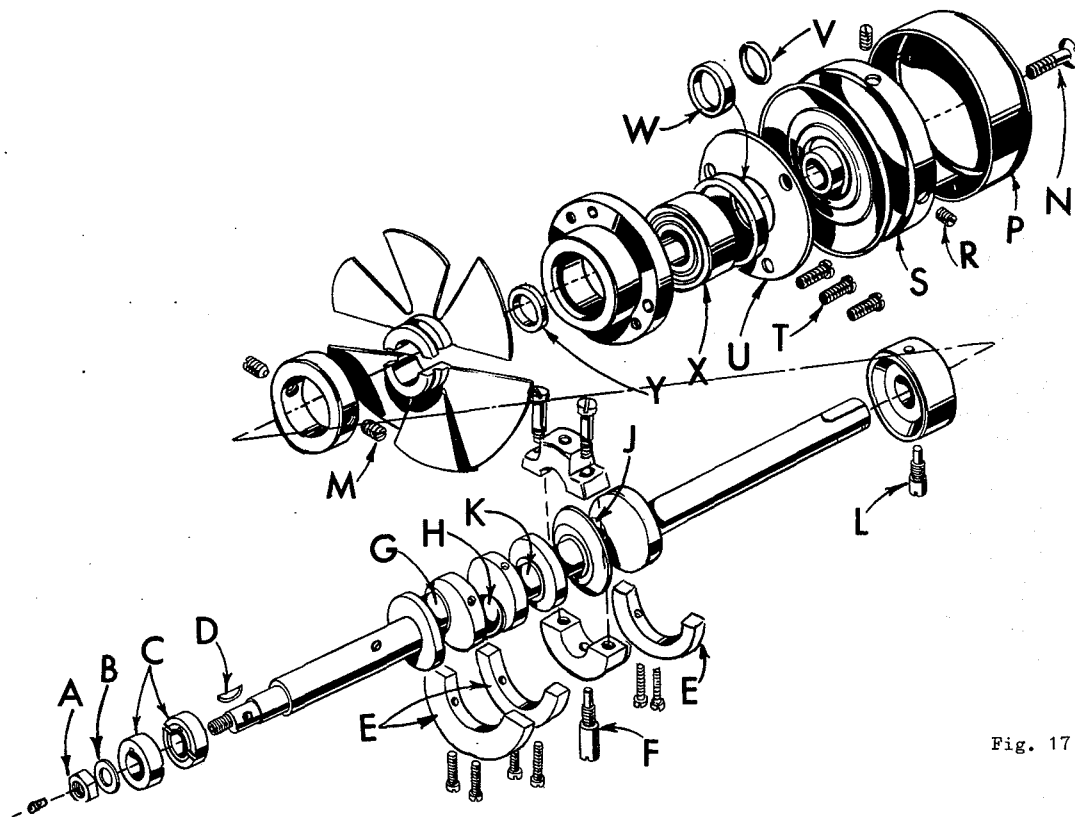
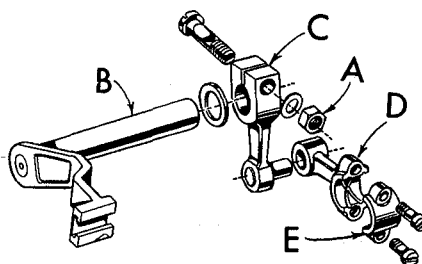

Fig. 17
Fig. 18
3. Entfernen Sie die Mutter (A, Fig. 17), sowie die Unterscheibe (B) und ziehen Sie die Exzenter (C) mit Hilfe des Exzenter-Abstreifhakens von der Achse ab.
4. Entfernen Sie den Keil (D).
5. Entfernen Sie die drei Gegengewichte (E). Diese müssen aber genau gekennzeichnet werden, damit sie beim Wiedereinbau unbedingt an den richtigen Platz kommen.
6. Entfernen Sie die Schraube (F), mit der das geteilte Kurbelachsenlager gehalten wird. Sie ist durch den Gehäuseboden hindurch erreichbar.
7. Entfernen Sie die Lagerdeckel an den Stellen G, H und J (Fig. 17). Beim Wiedereinbau müssen diese Lagerdeckel genau in ihre vorherige Position gebracht werden. Auf jeder Lagerdeckelhälfte ist unsere Fabrik-Marke eingestempelt und beim Zusammenbau müssen sich die beiden Zeichen jeweils auf der gleichen Seite befinden. Auch die Schrauben sollten wieder in die gleichen Löcher kommen, aus denen sie herausgeschraubt wurden.
3. Remove feed eccentric nut (A, Fig. 17) and washer (B), and, with the aid of the eccentric extractor, slip off the eccentrics (C).
4. Remove key (D).
5. Remove three counterweights (E). Identify these counterweights so that they will be re-assembled in the proper places.
6. Remove screw (F) which holds crankshaft split bearing. This screw is reached through bottom of bed casting.
7. Remove caps of bearings on crankshaft at points G, H and J (Fig. 17). When re-assembling bearing caps make sure they are in their original position. Trade marks are stamped on both halves of the caps and both trade marks should be on the same side of the bearings. Also, screws should be re-assembled in the same holes from which they were removed.
8. Lösen Sie die Mutter (A, Fig. 18) der Klemmschraube, welche den Obermesserantriebsarm (B) hält und durch eine Öffnung im Gehäusedeckel zugänglich ist. Den Messerantriebsarm (B) nun nach links schieben bis der Hebel (C) mit Lenker (D) von der Achse fällt. Dann den Lagerdeckel (E) entfernen. Beachten Sie die gleichen Vorsichtsmaßnahmen für den Wiedereinbau wie unter Ziffer 7 empfohlen. Das Lenkerlager läuft auf der Kurbel (K, Fig. 17).
9. Entfernen Sie die Schraube (L, Fig. 17), mit der das rechte innere Kurbelachsenlager befestigt ist und die ebenfalls durch den Gehäuseboden zugänglich ist.
10. Lösen Sie die beiden Schrauben (M) im Ventilator-Stellring und entfernen Sie die beiden Hälften des Ventilatorflügels.
11. Entfernen Sie die Schraube (N); nehmen Sie den Handraddeckel (P) ab.
12. Lösen Sie die beiden Schrauben (R); entfernen Sie das Handrad (S).
8. Loosen clamp nut (A, Fig. 18) which holds upper knife driving arm (B). Access to clamp nut its through top cover. Draw driving arm to the left until upper knife driving lever (C) and connecting rod (D) drop, allowing removal of bearing cap (E). This is at bearing point (K, Fig. 17) on crankshaft. Observe same precautions when re-assembling cap as described in 7.
9. Remove screw (L, Fig. 17) which holds inner right crankshaft bearing. This screw is reached through bottom of bed casting.
10. Loosen two screws (M) in fan collar; remove both halves of cooling fan.
11. Remove screw (N); take off pulley cap (P).
12. Loosen two screws (R); remove pulley (S).
13. Jetzt müssen die drei Schrauben (T) entfernt werden. Nehmen Sie dann den Kugellagerdeckel (U) ab und ausserdem die Distanzringe (V) und (W).
15. Falls es sich als notwendig erweist, das Kugellager (X) auszuwechseln, so sollte dieses mit Hilfe einer Spindelpresse oder einer Kugellagerabzieh-Vorrichtung aus dem Kugellagerflansch herausgezogen werden, um eine Beschädigung des letzteren zu vermeiden. Das neue Kugellager ist sorgfältig hineinzupressen, bis es einwandfrei sitzt.
16. Wenn beim Wiedereinbau der Kurbelachse die vorstehend aufgeführten Arbeitsgänge in umgekehrter Reihenfolge sorgfältig ausgeführt werden, so dürfen dabei keine Schwierigkeiten auftreten. Es ist lediglich auf die richtige Lage der einzelnen Elemente zueinander gemäß den Zeichnungen (Fig. 17 und 18) zu achten und stets zu prüfen, ob keine Teile klemmen oder ecken.